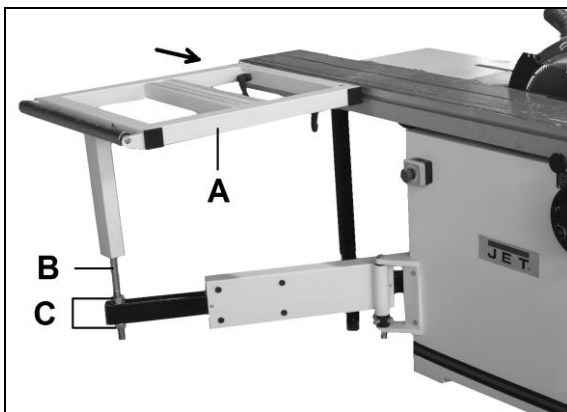

Abb. 15
Den Querschlitten (A, Abb. 15) am Teleskoparm abstützen (B).